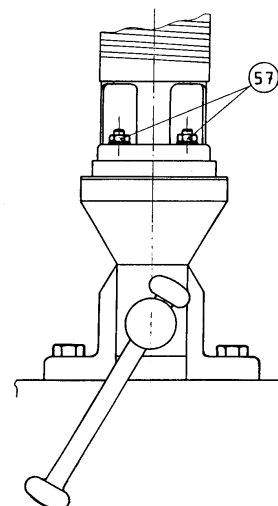

fig.8
- Dévisser les 4 écrous (57) (fig.8).